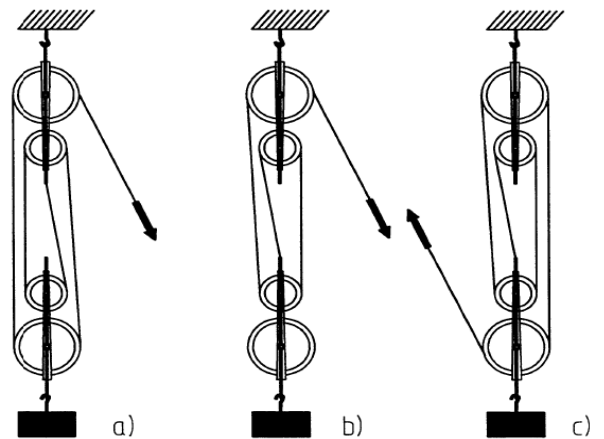

Abb. 2: Versuchsaufbau
- Setze den Kraftmesser auf die Demo-Tafel auf und ermittle die Gewichtskraft $F_G = F_2$ für den belasteten Gewichtsteller, einschließlich einer Flasche mit 2 Rollen; notiere F_2 (1)
- Lege die Schnur für den Flaschenzug über die Rollen und baue den Versuch entsprechend Abb. 2 auf (Länge der Schnur mit zwei Schlaufen etwa 160 cm); Vergleiche F_1 mit F_2 (2)
- Markiere die Lage des Gewichtstellers (obersten Punkt des Hakens) und des Kraftmessers (Haken der Zugschnur - vgl. Abb. 2) mit Pfeilen unterschiedlicher Farbe.
- Bewege den Kraftmesser langsam gleichförmig in Richtung der rechten unteren Ecke der Demo-Tafel; messe und notiere die Kraft. (3)
- Zeichne den Weg (Hubhöhe) s_2 für die Last und Kraftweg s_1 an der Demo-Tafel ein; messe und notiere s_1 und s_2 (3)
- Hebe den Kraftmesser wiederholt an und verrichte die Hubarbeit mit unterschiedlich gerichteten Kräften \vec{F}_1 ; beobachte dabei den Kraftmesser und notiere die Beobachtungen. (4)